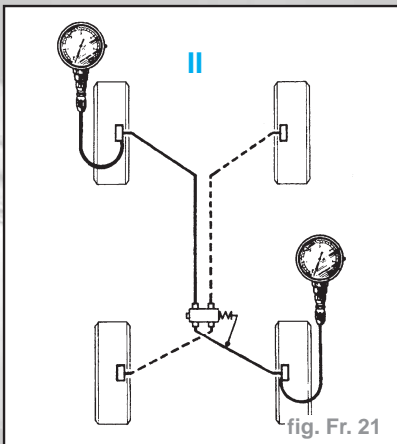

fig. Fr. 21
- **II** : avant gauche / arrière droit (fig. Fr. 21)